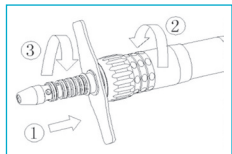

Fig. 6-4
- Atornille el acoplamiento LED en la manguera para turbinas (Fig. 6-4①).
- Apriete el tapón de rosca de la manguera para turbinas con la mano (Fig. 6-4②).
- Monte el dispositivo médico con precisión en el acoplamiento LED hasta que se bloquee de forma audible en el dispositivo médico (Fig. 6-4③).
- Atornille el acoplamiento LED en la manguera para turbinas (Fig. 6-4①)